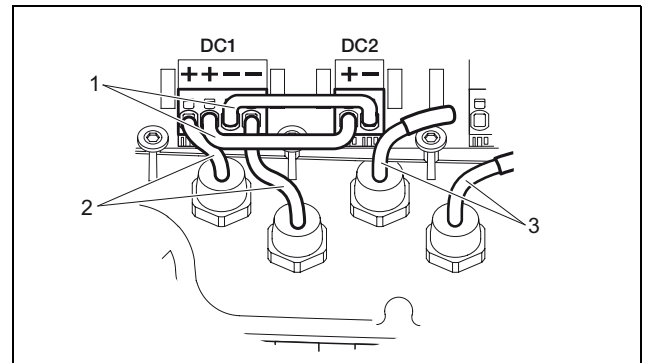

Abbildung 16: Eingang 1 und 2 parallel geschaltet (PIKO 3.6/4.2 DCS)
- PIKO 3.6/4.2/8.3/10.1: Falls vorgesehen, schalten Sie jetzt Eingang 1 und 2 **parallel**. Stecken Sie dazu die mitgelieferten Brücken wie gezeigt (Abbildung 16/17) in die Klemmen.